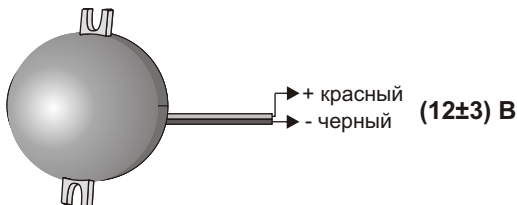

Рис.2 Схема подключения устройства “СБ-1”.
- 5.1. Перед установкой необходимо проверить внешний вид устройства на наличие повреждений и проверить работоспособность следующим образом: подключить источник питания (типа Б5-7) к выводам устройства (рис.2), предварительно установив напряжение питания 12 ± 3 В. При этом должны мигать светодиоды устройства.
5.2. На рис.2 показана схема подключения “СБ-1”